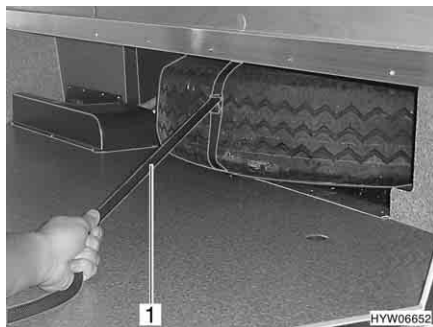

Fig. 264 Ruota di scorta nel doppio fondo
- Estrarre la ruota di scorta con la cinghia di arresto (Fig. 264,1).